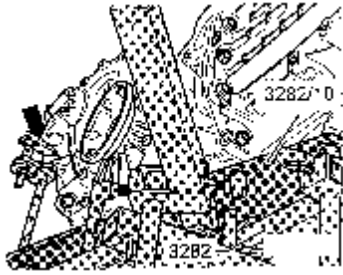

图 9-31 安装安全支撑装置
(11) 使校对直尺平行地对准变速箱，将安装支撑装置（图 9-31 箭头所示）锁紧在变速箱上。